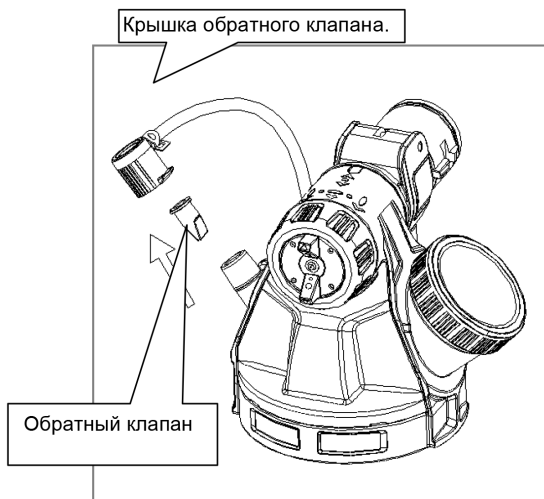

Рис. 17
4. Снимите крышку обратного клапана и извлеките обратный клапан (рис. 17).